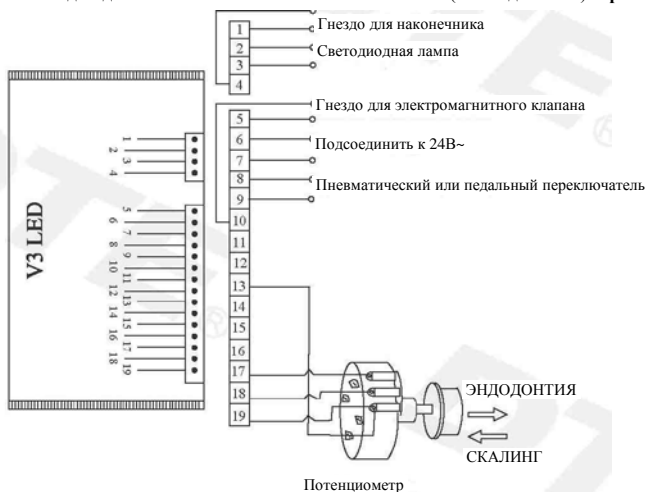

Рис. 1.
Основные компоненты данного оборудования и схема сборки представлены на Рис.1:
- а) На Рис.1 показано подсоединение блока питания и пневматического (или педального) переключателя.